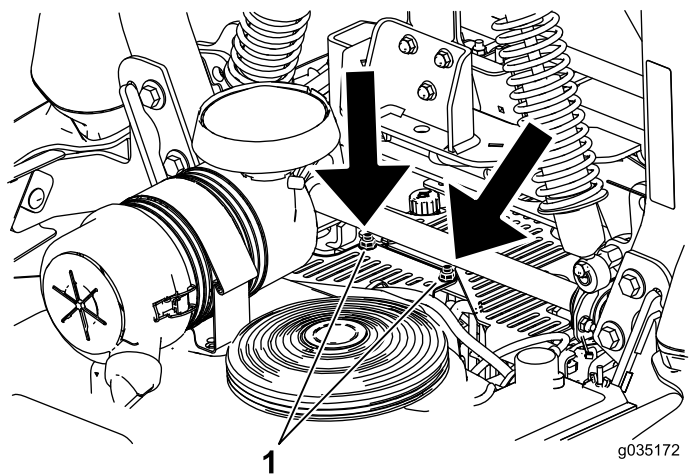

Figura 60
3. Retire o resguardo da unidade hidráulica removendo as duas porcas que se mostram na Figura 60.
5. Instale o resguardo da unidade hidráulica do lado esquerdo (Figura 60).